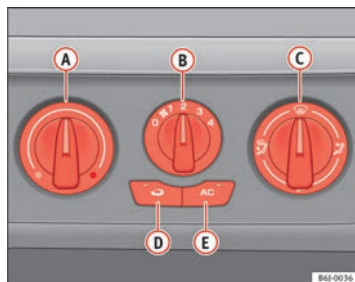

Abb. 94 In der Instrumententafel: Bedienelemente Klimaanlage
- Mit den Reglern ⇒ Abb. 94 **A** und **C** und mit dem Schalter **B** stellen Sie die Temperatur, die Gebläsestufe und die Luftverteilung ein.
- Schließen Sie die Düsen ③.
- Öffnen Sie die Düsen ④ und richten Sie sie auf die Seitenfenster.